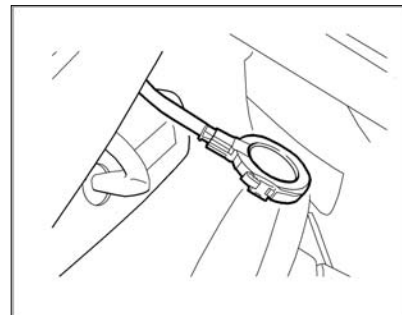

Рис. 22. Датчик дождя
**В варианном исполнении** на части автомобилей установлен датчик («Датчик дождя») (рис. 22) системы автоматического управления очистителем ветрового стекла и системы автоматического управления внешним освещением.